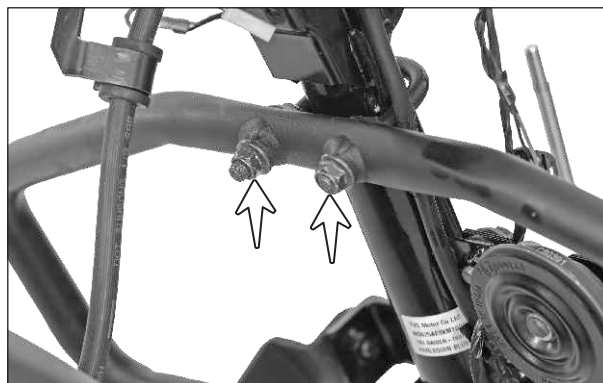

Fig. 3.124
- Retire las 2 tuercas hexagonales (M8x1.2) del punto de fijación central de las defensas al chasis. (Fig. 3.124)